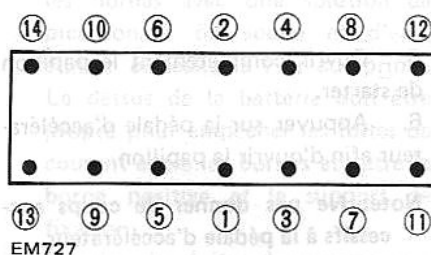

Fig. ET-5 Ordre de resserrage
2. Le resserrage doit être réalisé dans l'ordre indiqué sur la Fig. ET-5, en commençant par le centre et en s'éloignant vers les extrémités.